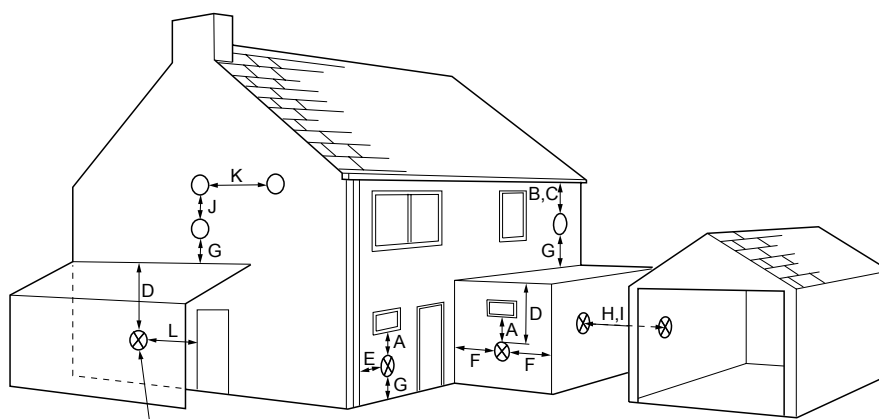

Рис. 4  Возможное положение конца дымохода, при котором требуется установка ограждения.
2. На рис.4 показано расположение дымохода относительно стен здания и других конструкций.